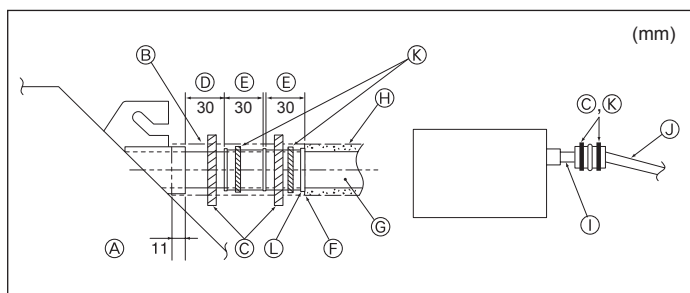

Fig. 3-5
- Ligue o bocal de drenagem (fornecido com a unidade) à porta de drenagem. (Fig. 3-5) (Fixe o tubo com adesivo PVC e depois ate-o com uma banda.)